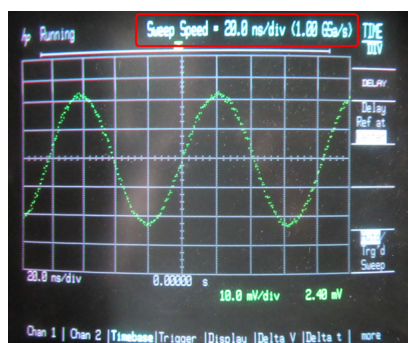

图 16. 转动圆的旋钮调节扫描速度
- 2) 这时看到 Sweep Speed = xxx 显示在屏幕的上方(图 16)
- 3) 转动图 16 那个圆的旋钮就可以调节扫描的速度